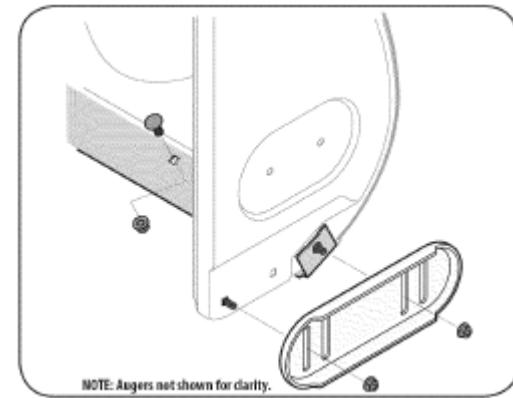

Рис. 24
2. Установите новые лыжи с помощью четырех болтов (по два на каждой стороне), шайб и шестиграных фланцевых гаек (См. Рис. 24).
2. Установите новый нож таким образом, чтобы головки болтов были направлены внутрь рамы. Затяните болты. (См. Рис. 24).